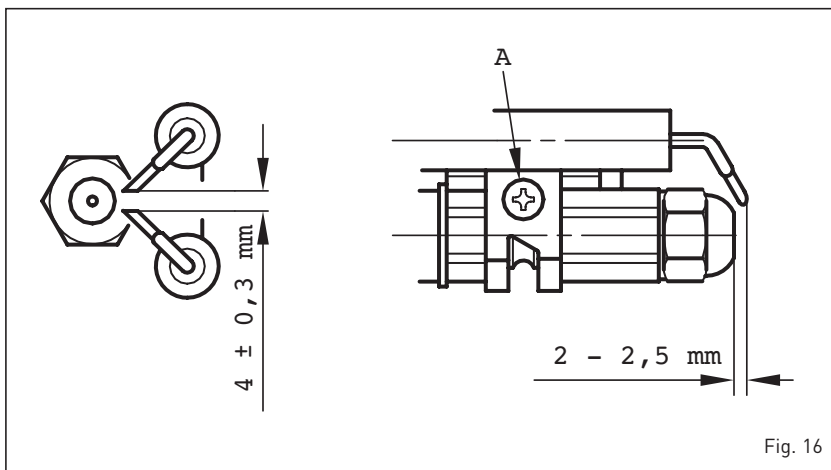

Fig. 16
4.7.2 Limpieza cabezal de combustión [fig. 16]
Para efectuar la limpieza del cabezal de combustión proceder como sigue a continuación [fig. 16]:
- Aflojar los tornillos [A fig. 16] del soporte de electrodos y quitelo.